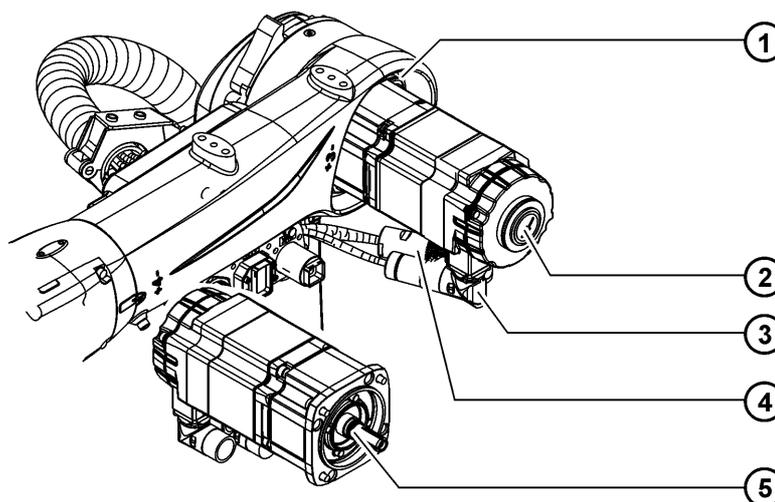

Fig. 10-8: Montage du moteur A3
2. Avant le montage, nettoyer les engrenages du moteur A3 et du réducteur pour les enduire légèrement mais sur toute la surface avec du Microlube GL 261 (>>> Fig. 10-8).